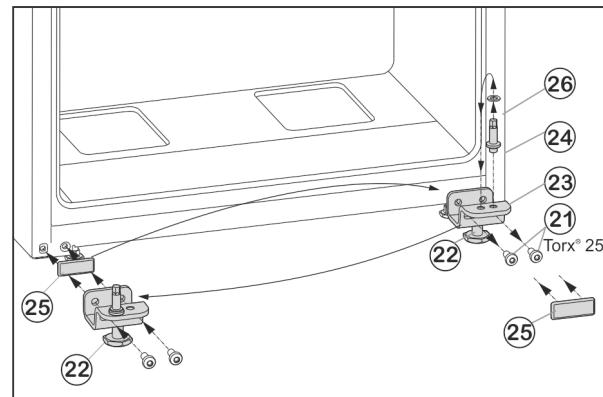

Fig. 7
- Odvijte pričvrsne vijke Fig. 7 (21).
► Skinite cijeli podložak ležaja dolje Fig. 7 (23) zajedno sa svornjakom ležaja Fig. 7 (24), pločicom Fig. 7 (26) i podesivom nožicom Fig. 7 (22).
► Potpuno odvijte svornjak ležaja Fig. 7 (24) zajedno s pločicom Fig. 7 (26), premjestite ga u suprotnu prihvatnu rupu podloška ležaja i ponovo zavijte.
► Pažljivo skinite poklopac Fig. 7 (25) i premjestite ga na drugu stranu.
- ▶ Cijeli podložak ležaja dolje Fig. 7 (23) zajedno sa svornjakom ležaja Fig. 7 (24), pločicom Fig. 7 (26) i podesivom nožicom Fig. 7 (22) ponovno pričvrstite na novoj strani šarke, po potrebi uz pomoć odvijača na baterije (**s 4 Nm**).
- ▶ Stavite donja vrata odozgo na svornjak ležišta Fig. 7 (24).
- ▶ Odvijte podesivu nožicu Fig. 7 (22) napodlošku ležaja dolje Fig. 7 (23) tako da se podupre o pod.